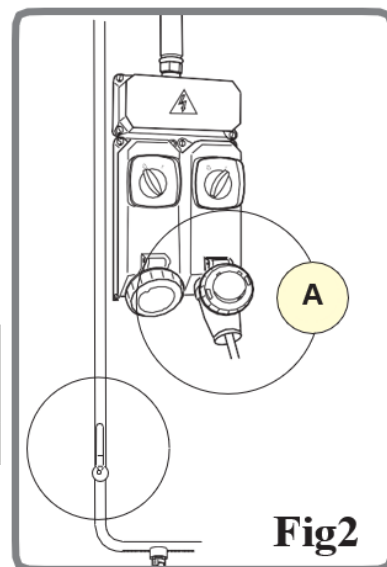

Fig2
- Tilslutte maskinen til sin egen elektriske forbindelse – A, Fig2 – og montere en differentiel sikkerhedsafbryder med 30 mA reststrøm.